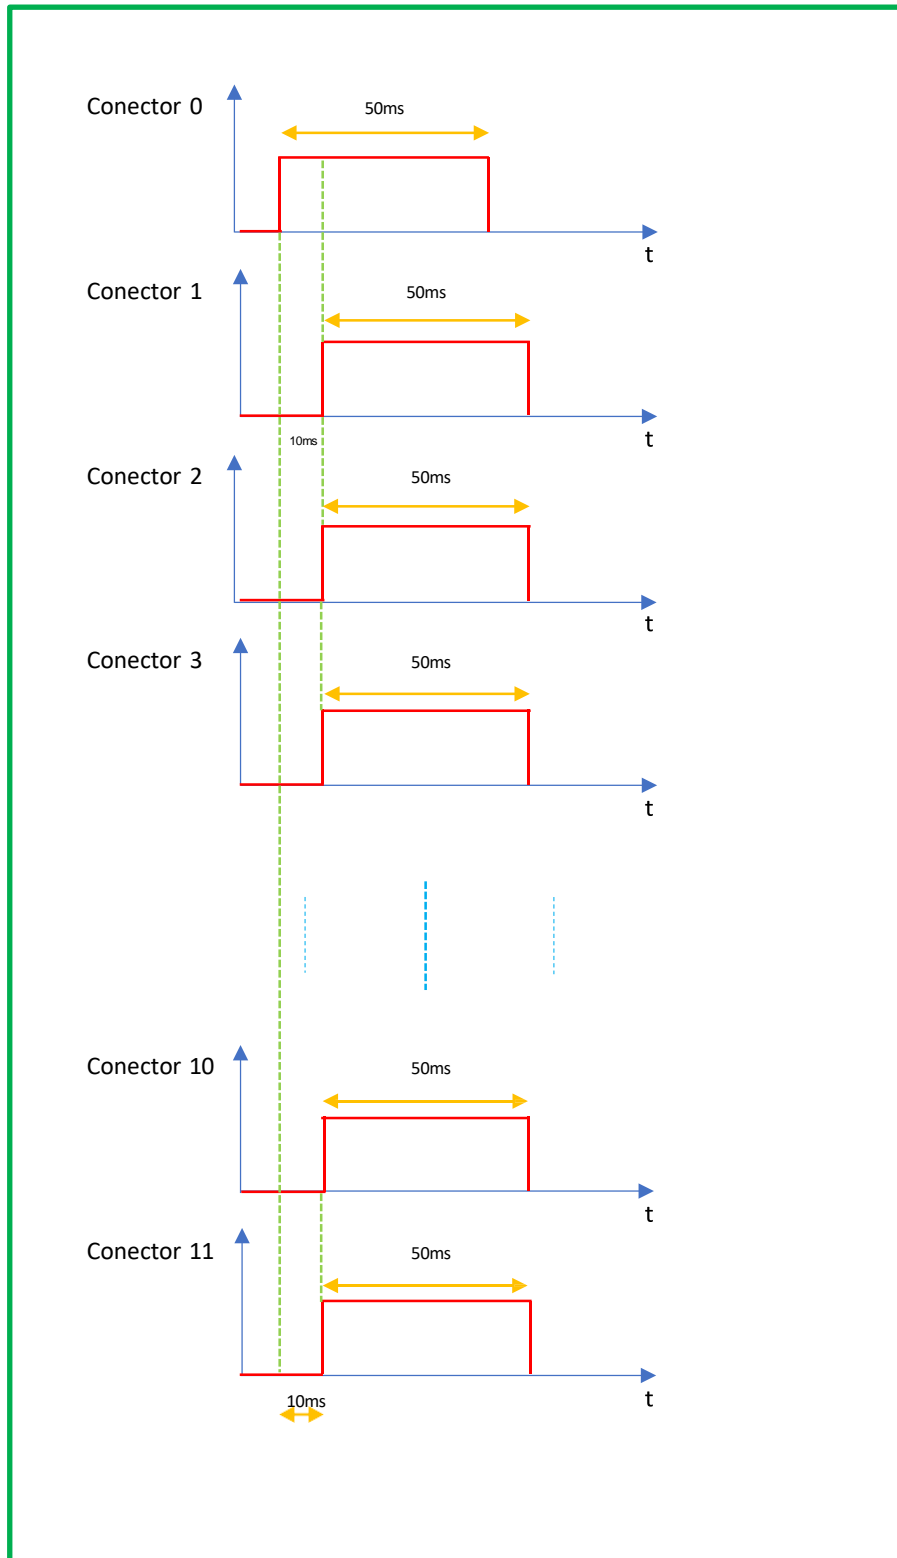

Figura 11: Pruebas en Paralelo en escala de milisegundos.
b.2) Milisegundos: El equipo generará un pulso de arranque de 50 milisegundos en el conector cero y después de 10 milisegundos se generará un pulso de 50 milisegundos en cada conector óptico, ver Figura 11.